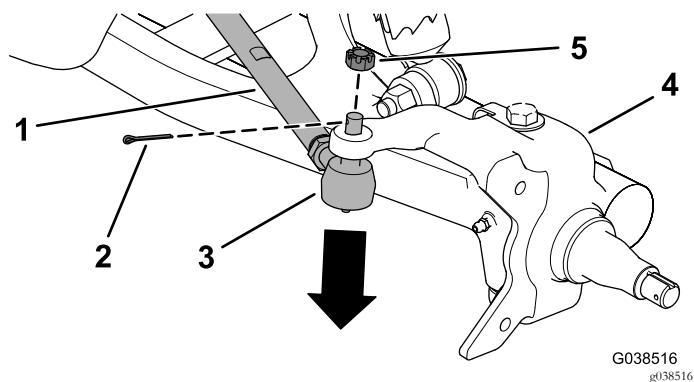

Figura 8
- Rimuovete la coppiglia e il dado esagonale scanalato dal giunto a sfera del tirante e scollegate il tirante dall'alberino (Figura 8).
- Montate il tirante sul gruppo alberino utilizzando il dado esagonale scanalato e la coppiglia (Figura 8).